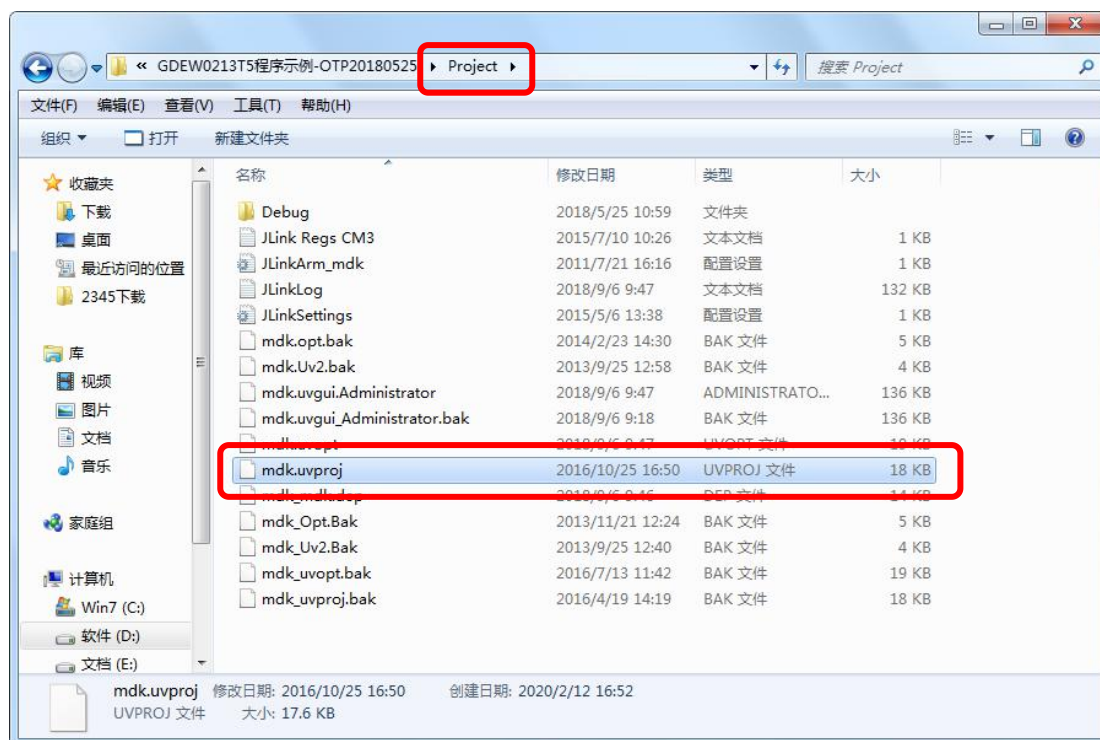

图 6 打开 mdk.uvproj 工程文件
- 2) 用 Keil4 打开图 6 所示驱动程序文件夹 project 中的 mdk.uvproj 工程文件。